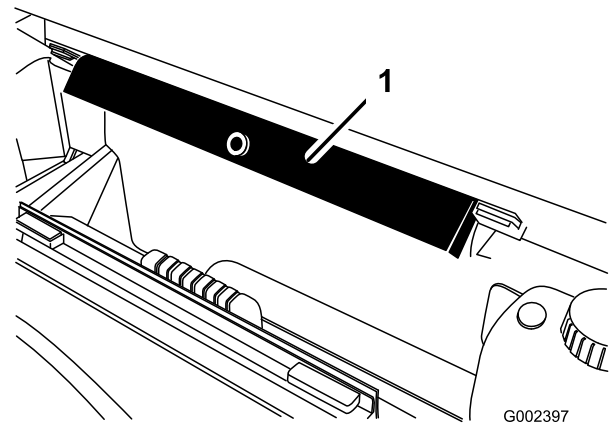

Figura 42
7. Retire el soporte de la plataforma de los soportes de almacenamiento situados en la parte trasera del panel del ROPS (Figura 42).